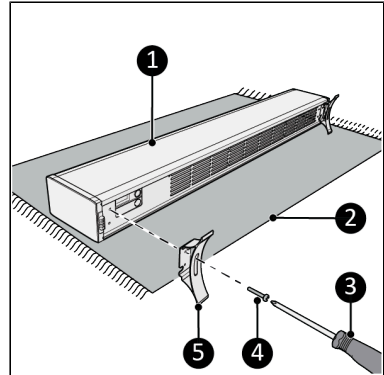

Abbildung 39.
1. Legen Sie das Gerät auf eine stabile weiche Oberfläche (Abbildung 39, Pos. 2).
2. Platzieren Sie die Sockel (Abbildung 39, Pos. 5) an beide Seiten des Hauptkörpers (Abbildung 39, Pos. 1).
3. Schrauben Sie die Sockel fest mit einer kleinen Schraube (Abbildung 39, pos. 4) und einem Kreuzschlitzschraubendreher (Abbildung 39, pos. 3) und ziehen Sie sie fest.